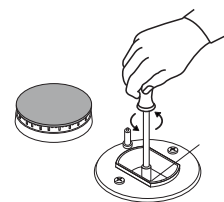

fig.8
- svitare gli ugelli (fig.8), servendosi di una chiave a tubo da 7 mm. e sostituirli con quelli adatti al nuovo tipo di gas (vedi tabella 1 "Caratteristiche dei bruciatori ed ugelli").